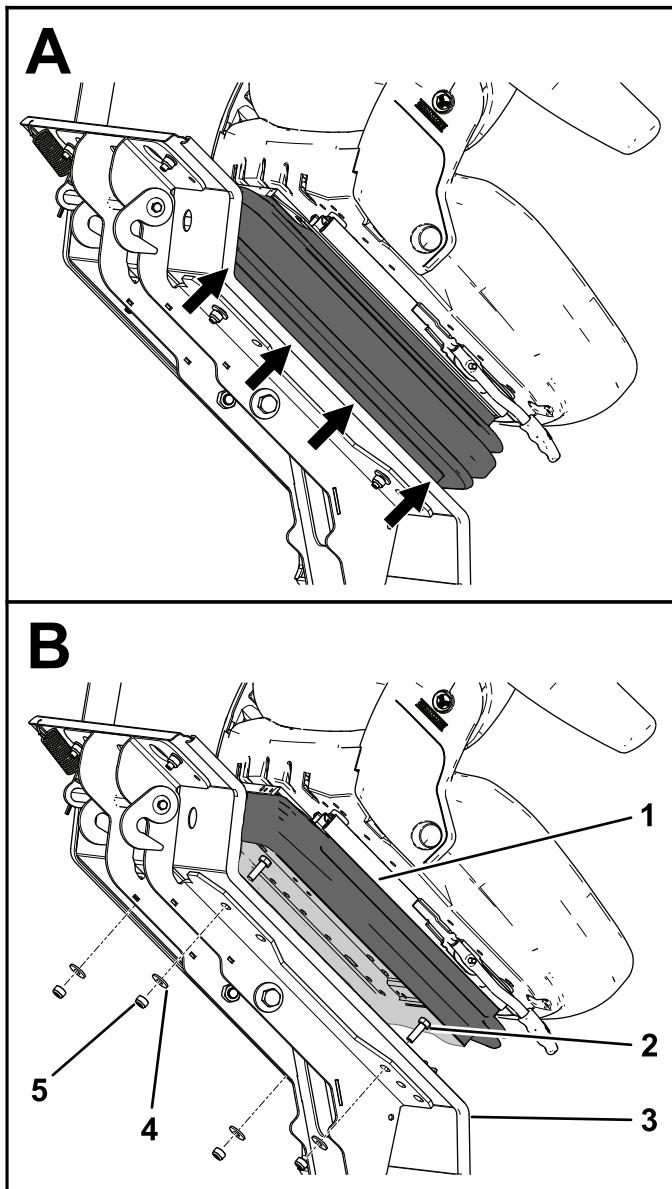

Bild 7
- C. Ziehen Sie die Gummimuffe nach unten, wenn alle Nasen aus den Schlitzten entfernt sind (A in Bild 7).